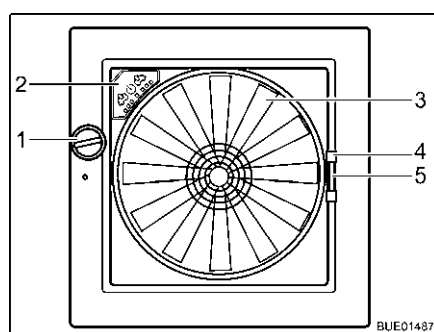

Fig. 62 Lanterneau Omni-Vent
Ouvrir : ■ Tourner le bouton rotatif (Fig. 62,1) jusqu'à ce que l'angle d'ouverture désiré soit atteint.
Fermer : ■ Tourner le bouton rotatif (Fig. 62,1) jusqu'à ce que le lanterneau soit entièrement fermé.
Fermer : ■ Tirer la moustiquaire par la poignée (Fig. 62,4) vers le côté de cadre opposé.
- Presser la poignée (Fig. 62,5) du dispositif occultant.
- Ventilateur** Quand le lanterneau est ouvert, l'intérieur peut être aéré avec un ventilateur à 6 niveaux de puissance (Fig. 62,3). La commande du ventilateur s'effectue sur son panneau de commande (Fig. 62,2).